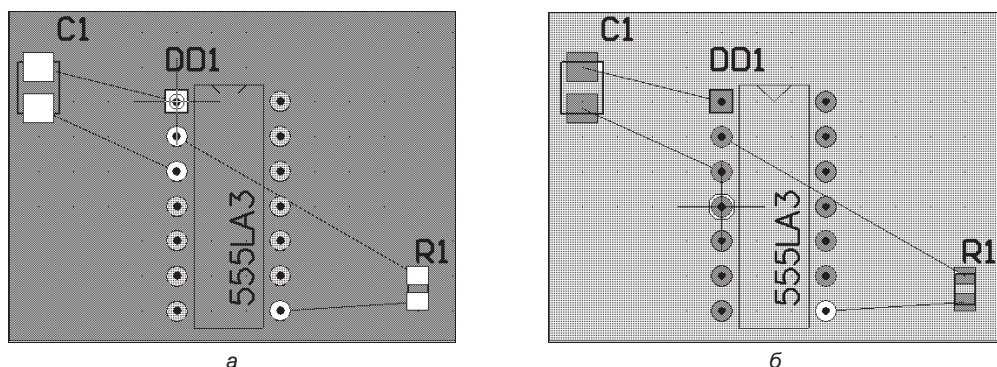

Рис. 7.8. Выполнение перестановки логически эквивалентных вентилей:
- В открытом PCB-документе выполнить команду **Tools | Pin/Part Swapping | Interactive Part Swapping**. Вся печатная плата на экране монитора затеняется. Остаются ярко светящимися только контакты компонентов, для которых настраивалась конфигурация переключений (рис. 7.8, а).